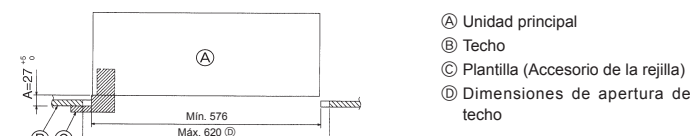

Fig. 4-6
3. Cuando la unidad principal no pueda ser alineada contra los orificios de montaje en el techo, se puede ajustar posteriormente gracias a la ranura prevista en la placa de montaje. (Fig. 4-6)